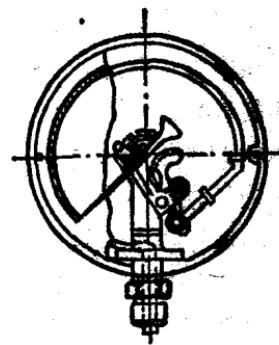

图 1-7 管弹簧压力计示意图
2. 管弹簧压力计（见图1-7）这种压力计是弹簧式压力计的一种，也是水暖方面广为采用的一种，俗称压力表。表内有一根截面呈扁圆形的金属管（弹簧管），弹簧管一端固定在插座上，与外部接头相通；另一端密封，并与连杆、扇形齿轮等连接，可以自由移动。